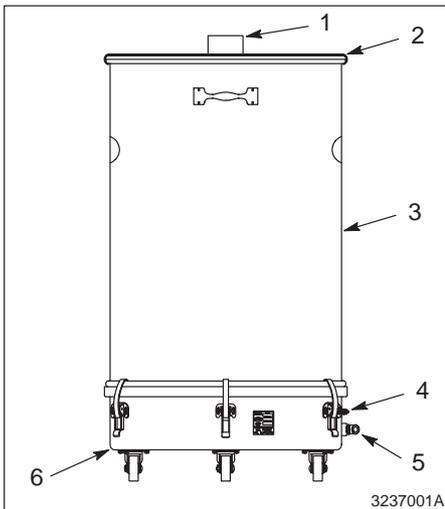

Abb. 1 HR-16-150 Behälter
1. Siehe Abbildung 1. Sicherstellen, dass das Fluidfass (6) und der Deckel (2) sicher am Körper (3) angeklammert sind und dass alle Dichtungen unbeschädigt sind und richtig dichten.
2. Einen flexiblen Luftschauch mit 12-mm oder 1/2-Zoll Durchmesser an den Hilfsschlauchanschluss (AUX) am Steuerpult oder an eine andere geregelte Druckluftquelle anschließen. Das andere Schlauchende an den Anschluss für Fluidluft (5) anschließen.